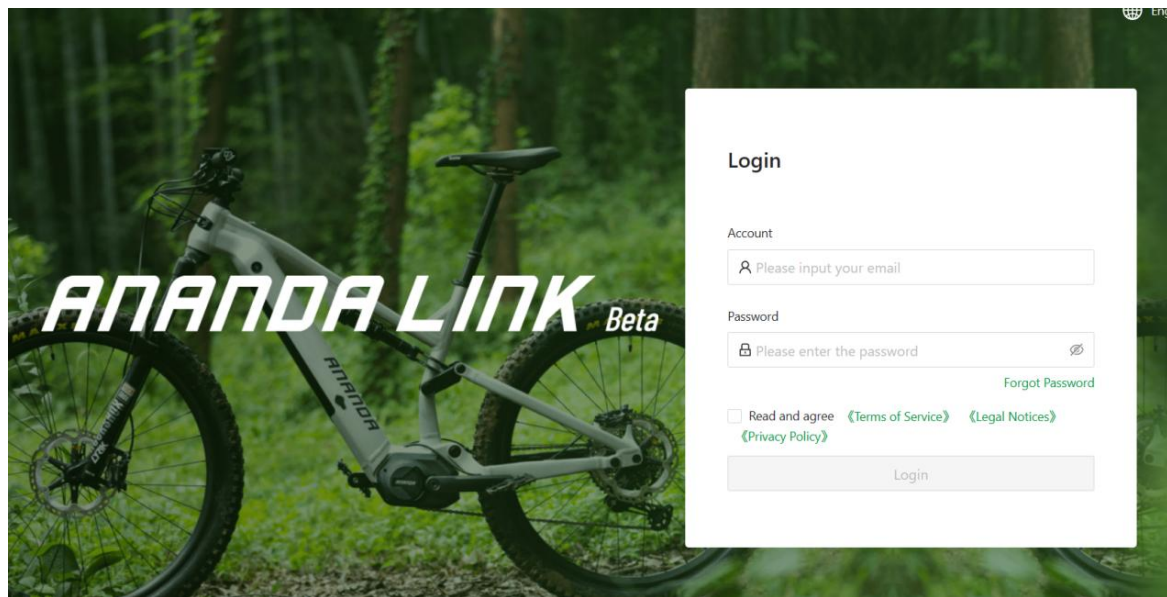

Fig5
- Cliquez sur le bouton « ENVOYER LA DEMANDE » (Fig5)